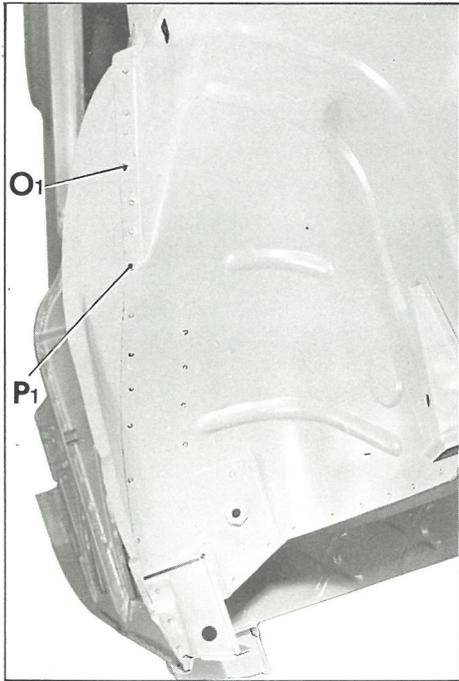

Fig. 1
- en AO₁ (fig. 1)
- en P₁B (fig. 1)
- en CD (fig. 1)
- en EF (fig. 1)